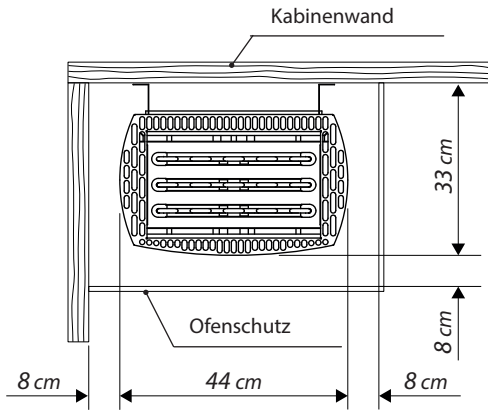

Abb. 1
- Die seitlichen (waagerechten) Abstände zwischen Saunaofen und Kabinenwand, sowie Ofenschutz, Liegebank und anderen brennbaren Materialien entnehmen Sie bitte Abb. 1.